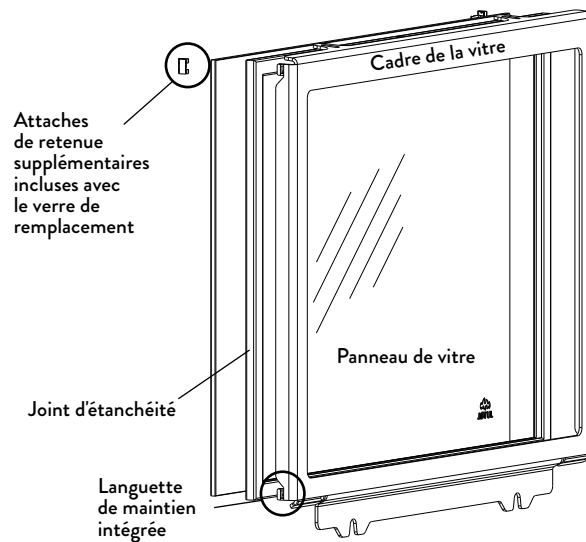

Figure 16.1.
4. Le panneau de verre est maintenu en place par quatre languettes au niveau des coins du cadre. Utilisez un tournevis ou une petite pince pour les soulever juste assez pour libérer le panneau de verre. Voir la figure 16.1, page 32.